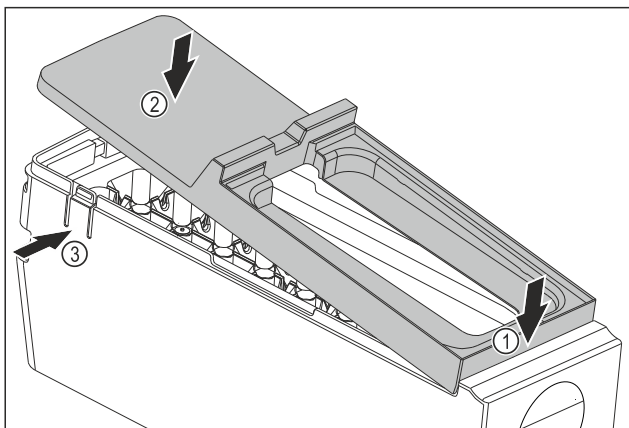

Fig. 175
- ▶ Monter dekselet til hoveddelen til EasyTwist-Ice: Fest dekselet foran. Fig. 175 (1)
- ▶ Senk dekselet bak. Fig. 175 (2)
- ▶ Dekselet går hørbart i inngrep i begge tappene Fig. 175 (3).